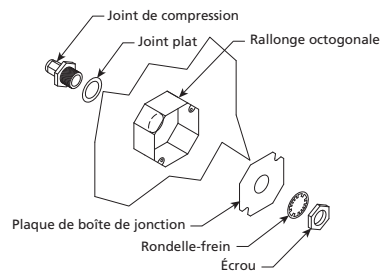

Figure 6 — Éléments constitutifs
2. Enfiler le raccord rapide Evergreen Quick-Seal dans l'orifice depuis l'intérieur de la gaine, en veillant à placer le joint plat sur le raccord avant de l'insérer dans l'orifice. Poser la rondelle-frein et l'écrou de 1 po sur la partie filetée du raccord Evergreen Quik-Seal et bien serrer. Voir la Figure 6.